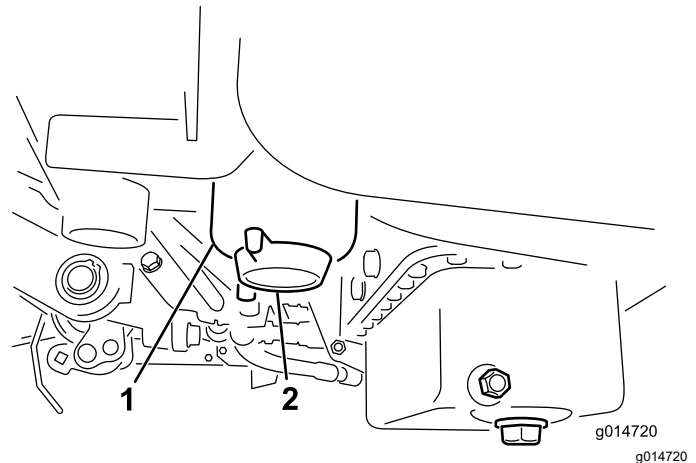

Bild 31
3. Öffnen Sie den Ablassschraube am Kraftstofffilter um ungefähr eine Umdrehung und lassen angesammeltes Wasser ablaufen (Bild 31).